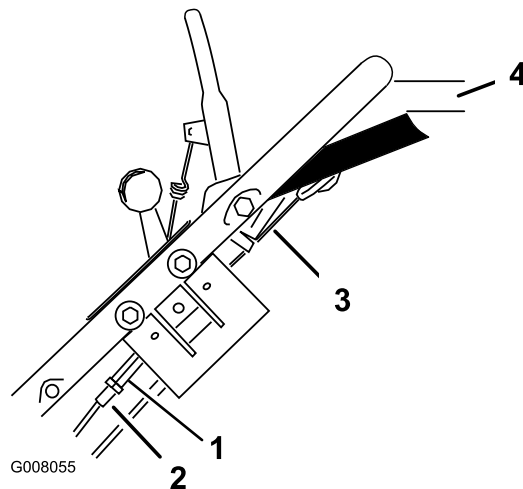

Figura 28
1. Allentate il dado di fissaggio del regolatore (Figura 28).
2. Girate il regolatore fino ad eliminare l'imbando del cavo esposto (Figura 28).